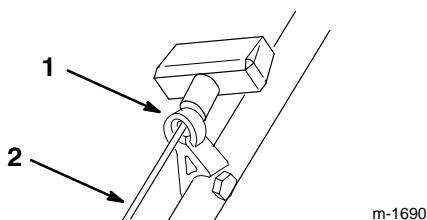

Figure 3
9. Passer la corde du lanceur dans le guide placé sur le mancheron (Fig. 3).